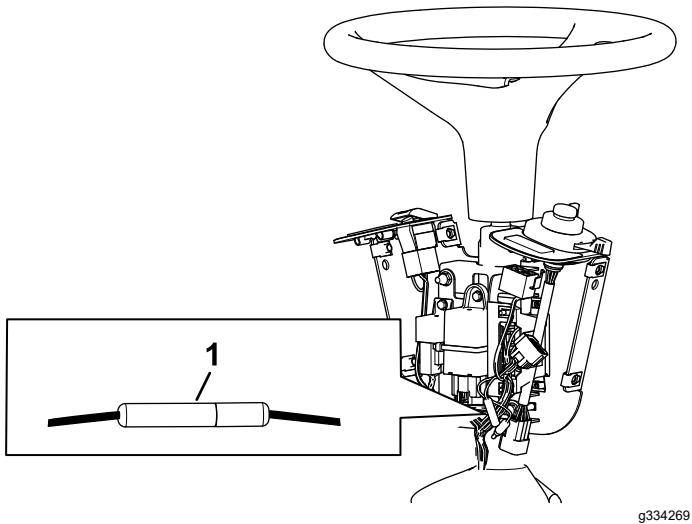

Figure 10
- 11. Branchez le connecteur cylindrique comme montré à la Figure 10.